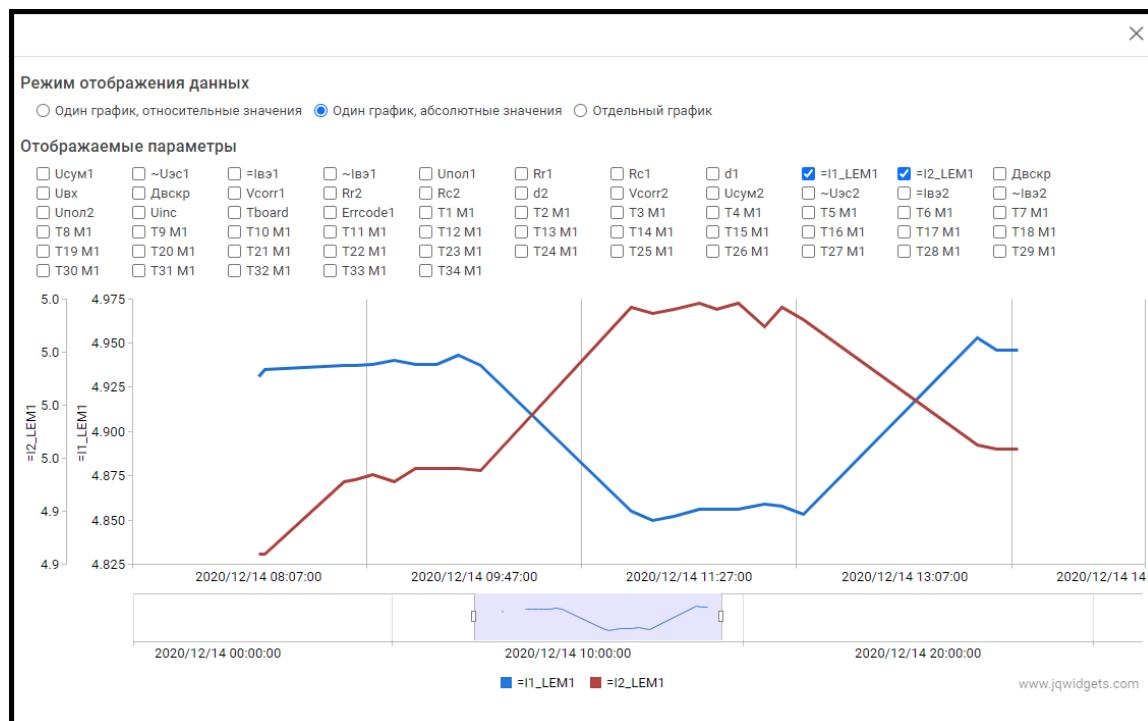

Рисунок 35 – Вид графика в режиме «Один график, абсолютные значения»
- b) Режим «Один график, абсолютные значения» отображает все выбранные параметры на одном графике, используя при этом собственные шкалы величин для каждого из выбранных параметров (рисунок 35).